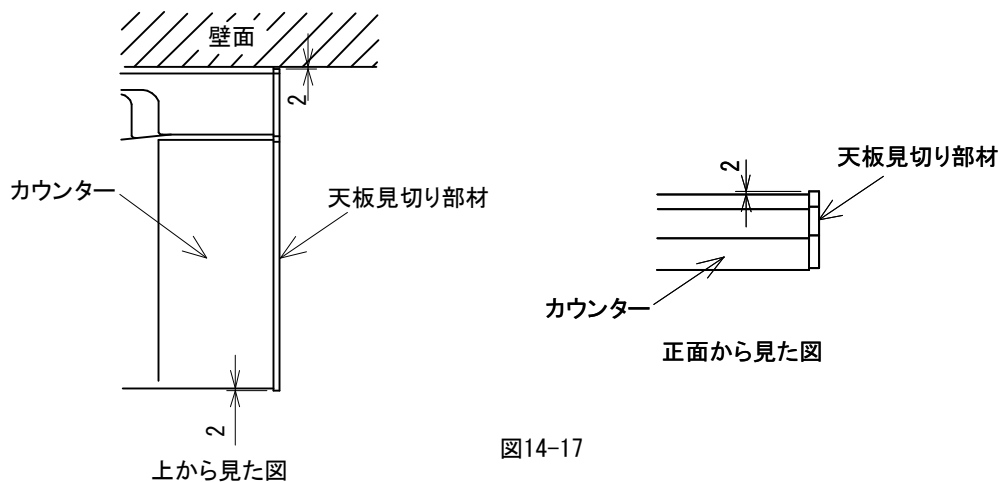

図14-17
- ②カウンターとの段差が2mmになるように天板に見切り部材を貼付けてください。(図14-17)